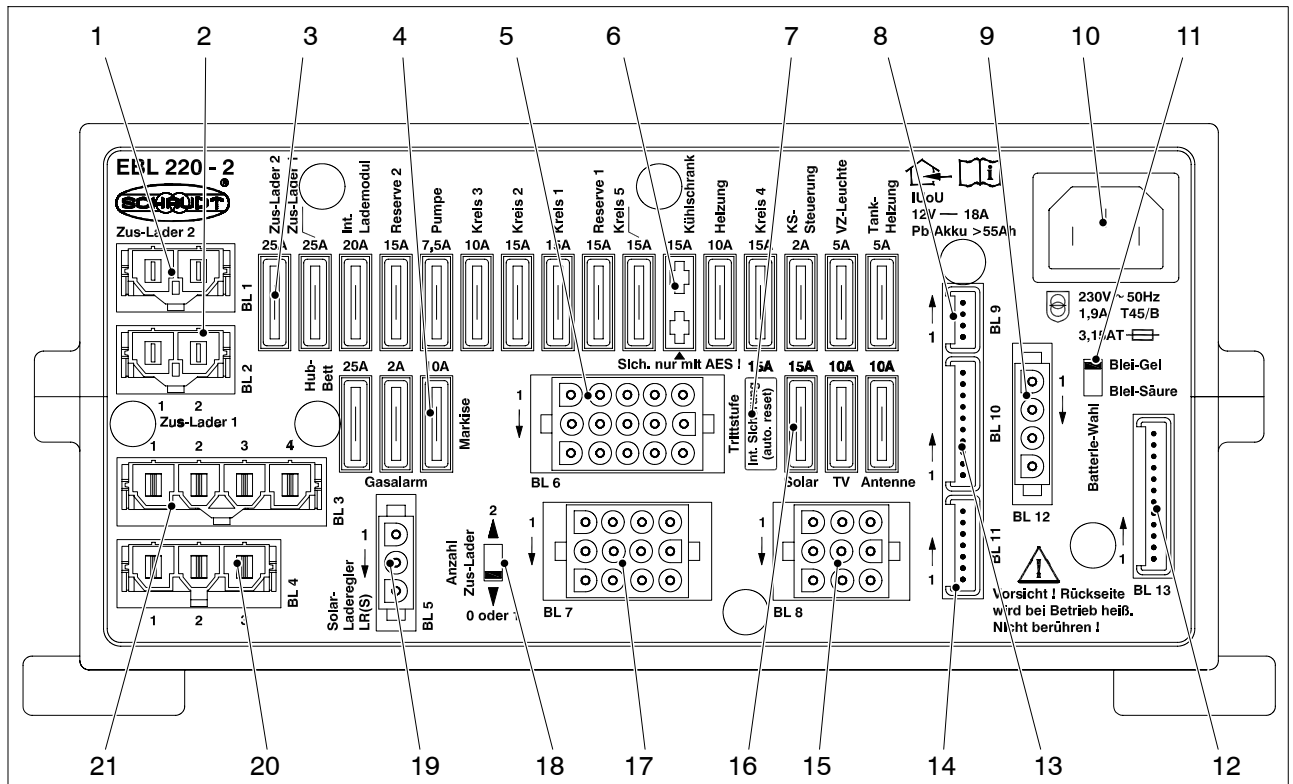

Fig. 2 Vue frontale du bloc électrique EBL 220-2
- S'assurer que le commutateur de sélection de la batterie (fig. 2, pos. 11) se trouve dans la bonne position, selon la batterie utilisée.
- S'assurer que le fusible AES (fig. 2, pos. 6) n'est utilisé que lorsqu'un réfrigérateur AES est raccordé. La batterie de l'espace habitable risquerait sinon de se décharger totalement. Des dommages sur la batterie pourraient survenir.
- S'assurer que le commutateur de sélection du nombre de chargeurs supplémentaires (fig. 2, pos. 18) se trouve dans la bonne position.
- Placer le commutateur de sélection de la batterie (fig. 2, pos. 11) dans la bonne position à l'aide d'un outil fin (par ex. la mine d'un stylo bille) :